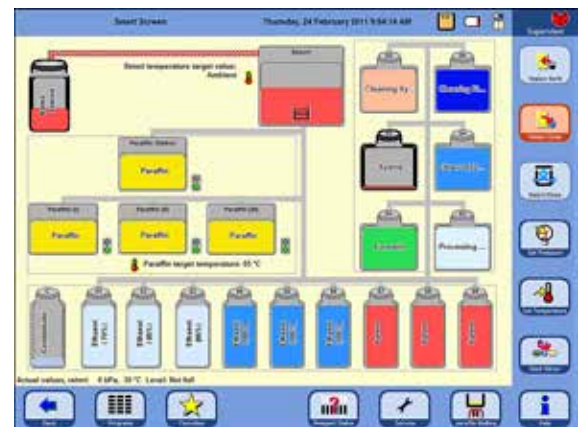

Bild 166
- Hela processen visas grafiskt på skärmen (**SMART SCREEN**) (smart-skärmen) (bild 166).